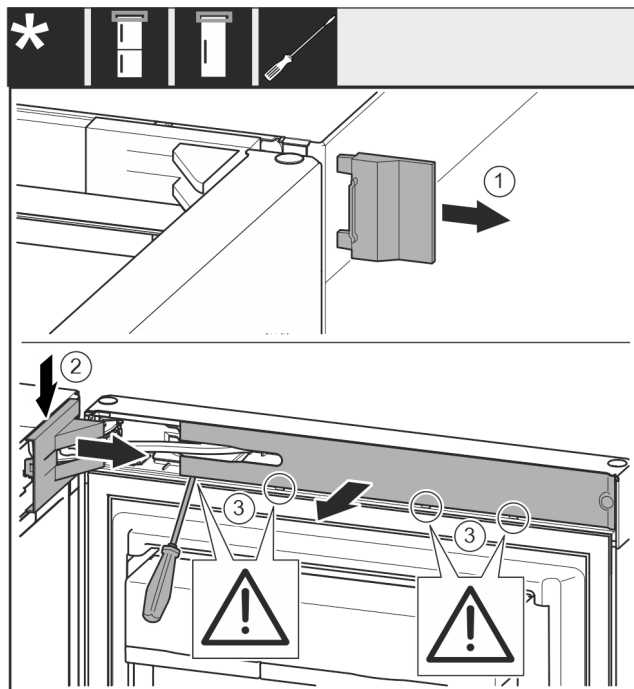

Fig. 10
- Retirer le cache Fig. 10 (1).
- Dégager et désolidariser le cache du support de palier Fig. 10 (2).
- Retirer le cache du support de palier Fig. 10 (2).
- Dégager le cache Fig. 10 (3) au moyen d'un tournevis plat et le faire pivoter sur le côté.